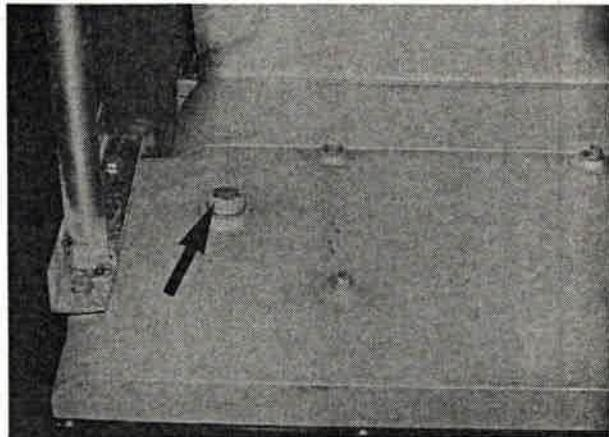

Bild 101
3. Zum Nachfüllen Einfüllschraube (Bild 101/Pfeil) herausschrauben und Öl bis Mitte Schauglas auffüllen (Schmierstoff siehe Abschnitt 1.2).